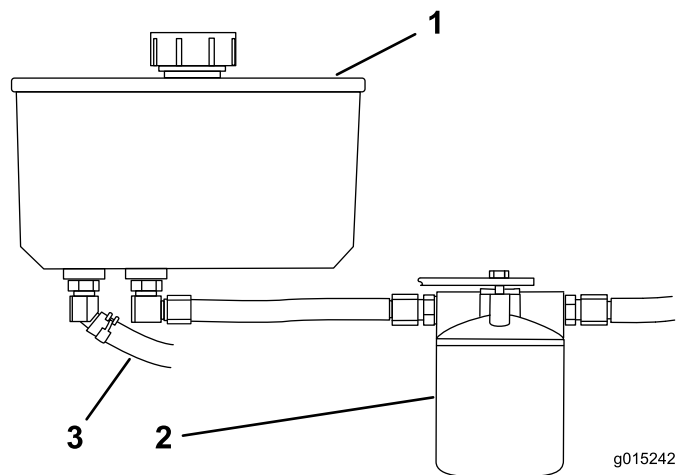

Figure 82
4. Trouvez le flexible hydraulique avant sous le réservoir hydraulique et placez un bac de vidange sous le réservoir (Figure 82).